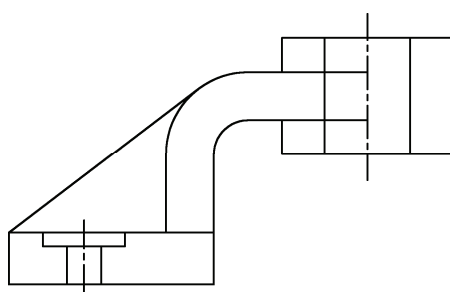

图 3-45 修剪
11) 执行“合并单元”命令 (amjoin), 对图形进行编辑修剪; 执行“修剪”命令 (tr) 对图形进行修剪; 并将相关线段转换为f中心线, 如图 3-45 所示。